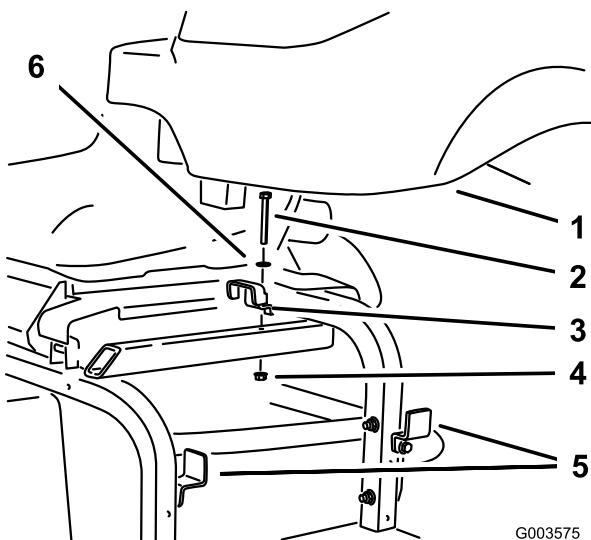

图 23
2. 将液压油箱安装到机架并用之前卸下和松开的 3 个支架将其固定图 23。